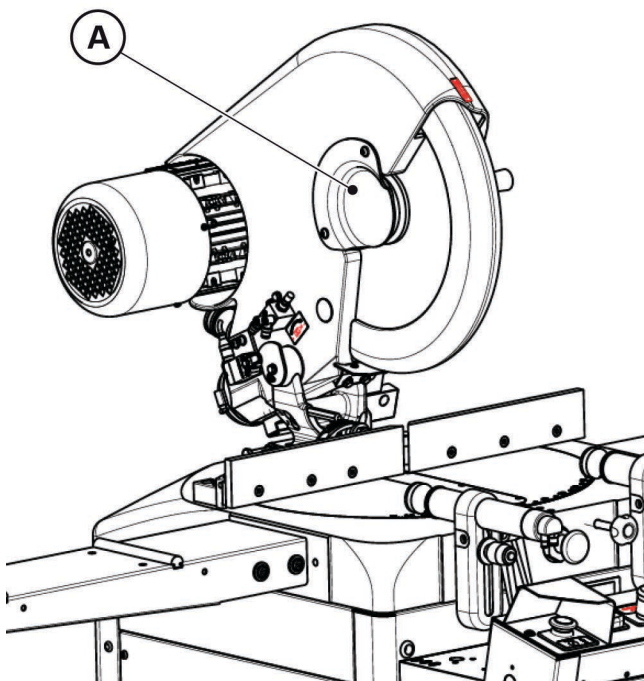

Abb. 09-06
- Die externe Flanschabdeckung „A“ (**Abb. 09-06**) abnehmen, indem die 2 Befestigungsschrauben gelöst werden.